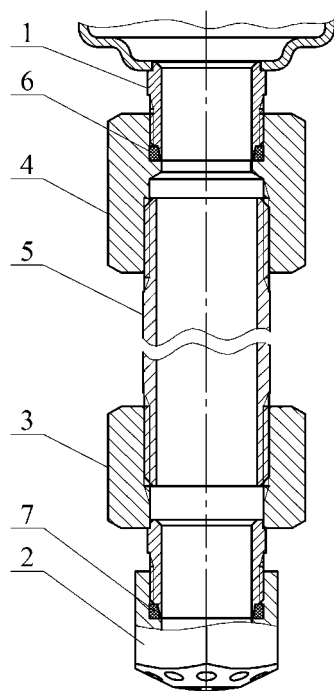

Рисунок 3
- ж) по заявке Потребителя (см. рисунок 3):
4.1.3 Для вывода насадка-распылителя в свободную зону через подвесной потолок типа Грильято, Армстронг и т.п. или его перемещения в рабочую зону эффективного пожаротушения при монтаже МУПТВ на потолочном перекрытии высотой более 9 м модуль может быть дополнительно укомплектован удлинителем, соединяющим выпускную горловину МУПТВ **1** с насадком-распылителем **2** (см. рисунок 3).
6.7 При монтаже насадка-распылителя через удлинитель (см. рисунок 3) провести следующие работы. Собрать удлинитель согласно рисунку 3. Перед сборкой на наружные резьбы трубы **5** нанести силиконовый герметик, после чего накрутить до упора переходники **3, 4**. В резьбовые участки отверстий насадка-распылителя **2** и переходника **4** установить резиновые кольца **6, 7**. На наружную резьбу переходника **3** накрутить до упора насадок-распылитель **2**. Соединить удлинитель через резьбовое соединение с выпускной горловиной МУПТВ **1**. При монтаже необходимо обеспечить перпендикулярное направление оси удлинителя относительно горизонтальной плоскости.
При наличии удлинителя (см. рисунок 3) дополнительно: